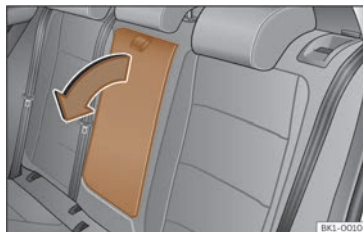

Fig. 101 Reposabraços central del darrere abatible (representació esquemàtica).
- Per **abaixar** el reposabraços, estireu el llaç en el sentit de la fletxa >>> **fig. 101**.